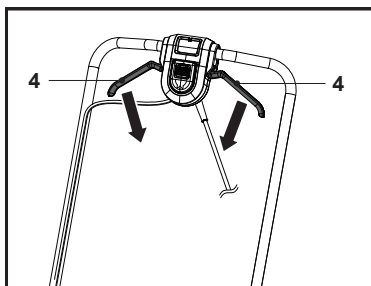

Fig. 16
Relâcher les leviers de démarrage (4) pour arrêter le moteur et la lame de coupe (23) (Fig. 16).